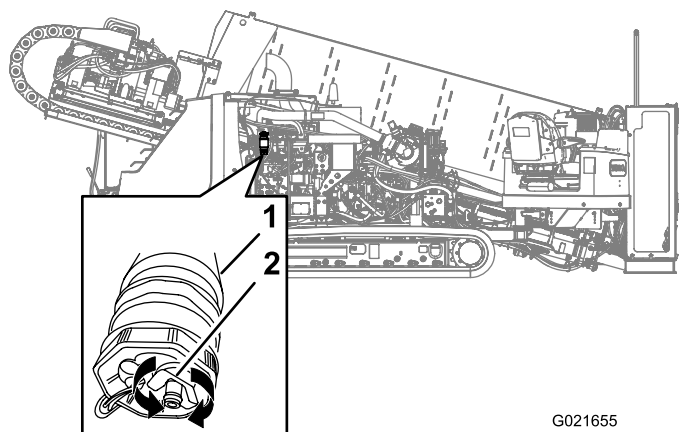

Рисунок 125
3. Поместите сливной поддон под топливный фильтр тонкой очистки (Рисунок 125).
4. Поверните сливной клапан в нижней части топливного фильтра тонкой очистки на 2-3 оборота против часовой стрелки и слейте воду и осадки (при наличии) из топливного фильтра (Рисунок 125).